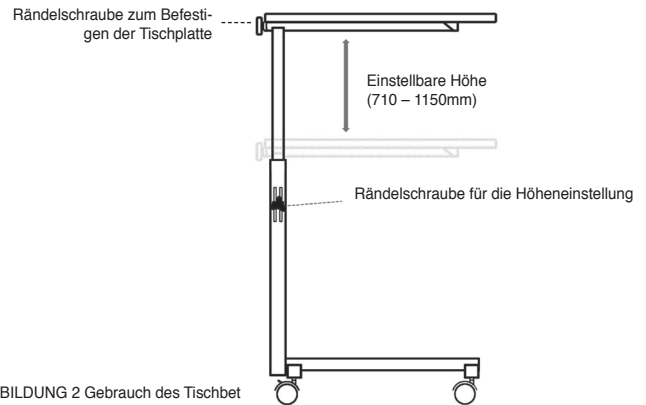

ABBILDUNG 2 Gebrauch des Tischbet
**4 Gebrauch des Bettischs (ℹ️ Siehe ABBILDUNG 2)**